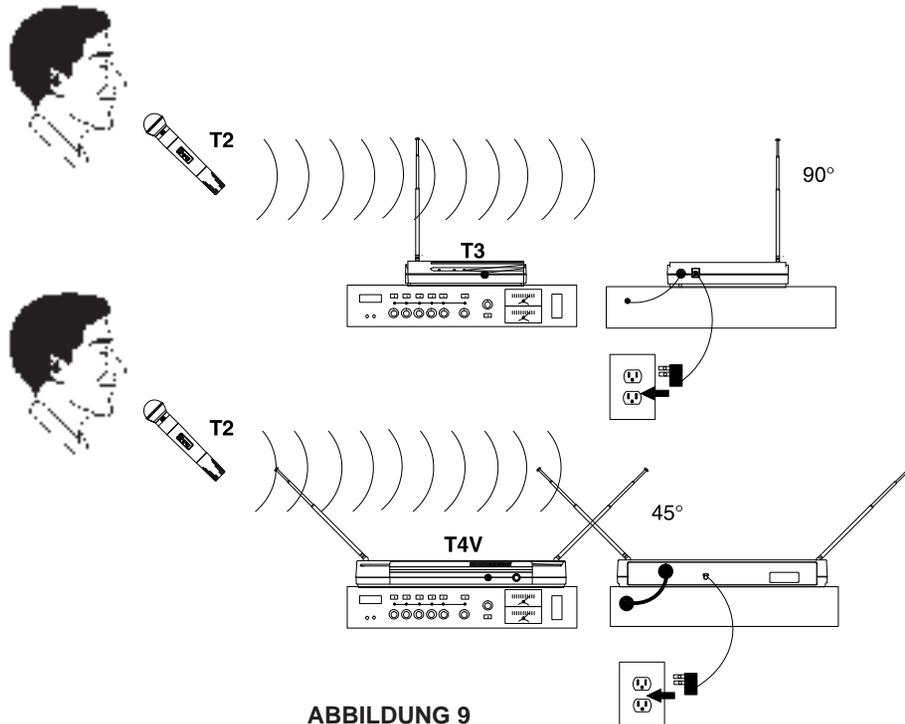
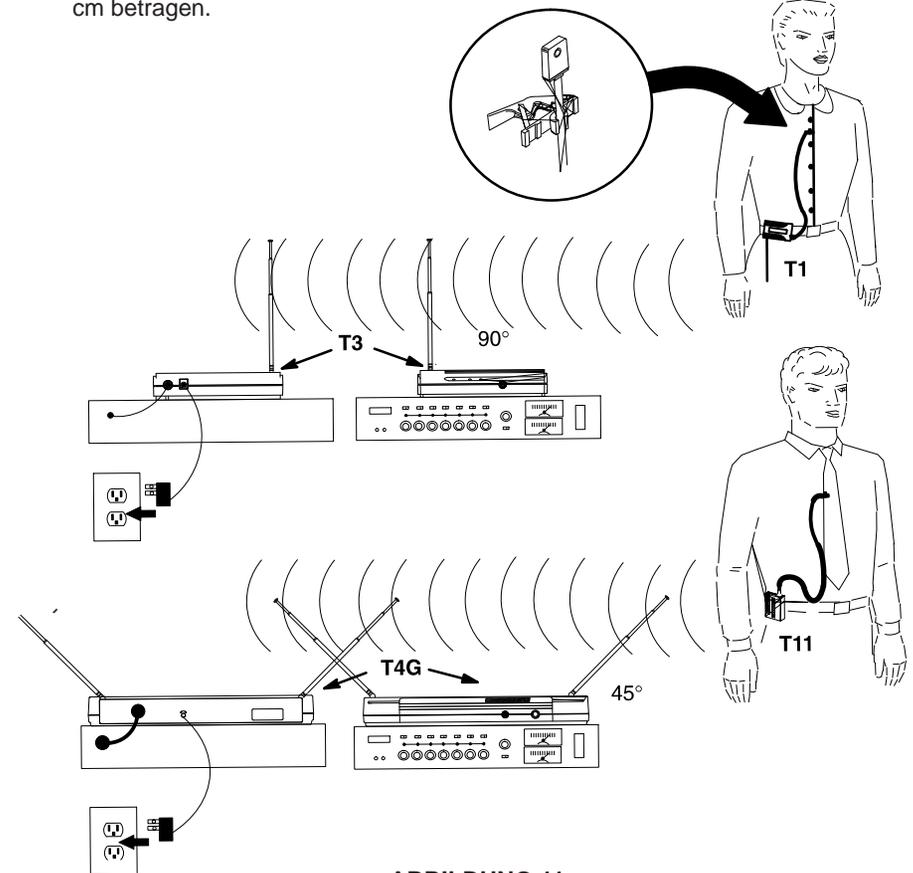

ABBILDUNG 9
ABBILDUNG 11
1. Siehe Abbildung 9. Schließen Sie den Netzadapter an die Buchse DC INPUT des Empfängers und die andere Seite an eine Netzsteckdose an, wie in Abbildung 9 gezeigt (PS20 für 105...125 V~/60 Hz und PS20E für 230 V~/50 Hz). Die grüne POWER-LED am Empfänger sollte nun leuchten.
2. Siehe Abbildung 11. Schließen Sie den Netzadapter an die Buchse DC INPUT des Empfängers und die andere Seite an eine Netzsteckdose an, wie in Abbildung 9 gezeigt (PS20 für 105...125 V~/60 Hz und PS20E für 230 V~/50 Hz). Die grüne POWER-LED am Empfänger sollte nun leuchten.